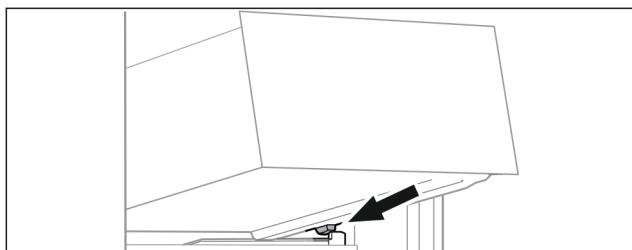

Fig. 33
- Schubfach schräg hinter den Stopfern auf Behälterrippe aufsetzen. (siehe Fig. 33)